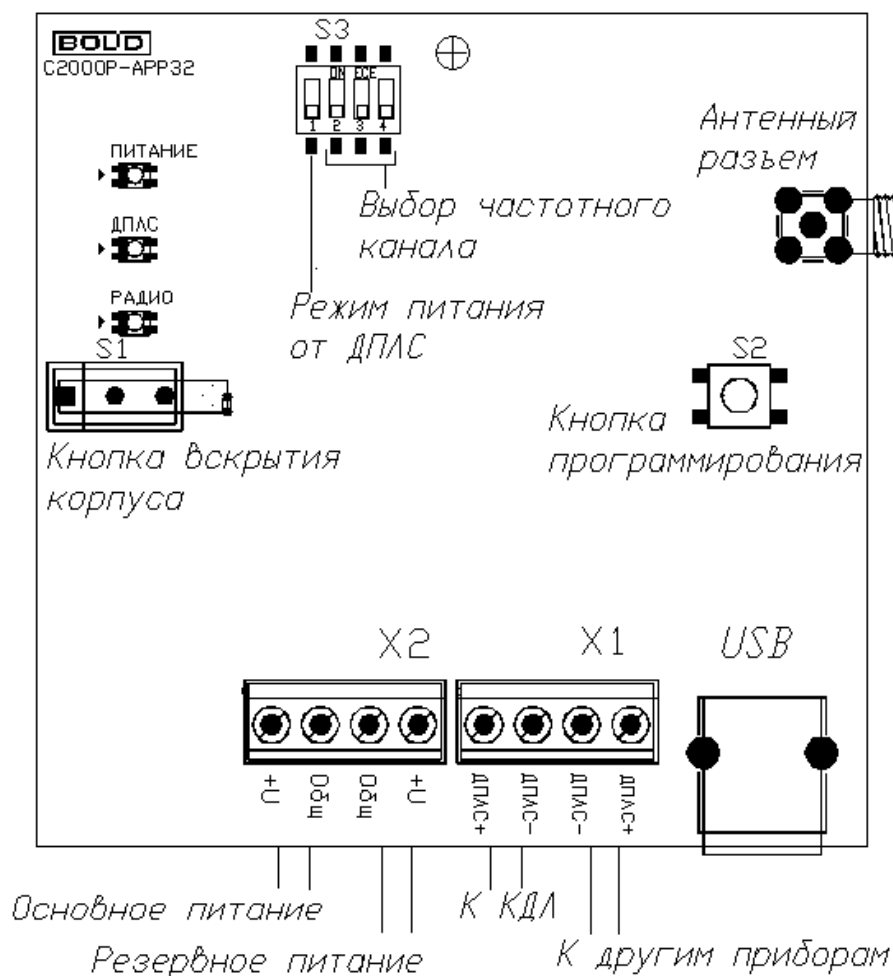

Рисунок 4-1 «С2000P-APP32»
Существует два режима питания APP32, выбор режима осуществляется при помощи переключателя S3.1 (см. Рисунок 4.1).
В режиме питания от внешних источников, подключаемых к клеммам X2 (см. Рисунок 4.1), при штатной работе системы отсутствует потребление из сети ДПЛС. В данном режиме APP32 контролирует напряжение внешних источников питания, которое должно находиться в диапазоне от 9 до 28 В.
АРР32 имеет три двухцветных светодиодных индикатора (см. Рисунок 4.1):
2. Подключите антенну, входящую в состав прибора, к антенному РЧ разъему на плате (см.Рисунок 4.1);
Выбор РЧ канала осуществляется вручную посредством переключателей S3.2—S3.4 (см. Рисунок 4.1), либо в автоматическом режиме. После выбора канала APP32 и все подключённые к нему РУ переходят на выбранный канал в течение трёх периодов опроса.
Процедура запускается посредством комбинации нажатий кнопки программирования **S2** (см. Рисунок 4.1) «**двойное короткое – длинное**». Процедура анализа занимает 4 минуты, при этом подаётся световая индикация: светодиоды «Питание» и «ДПЛС» выключены, «Радио» поочередно мигает зелёным и жёлтым с частотой 4 раза в секунду.
- Установите переключатели S3.2, S3.3 и S3.4 (см. Рисунок 4.1) в положение «On».